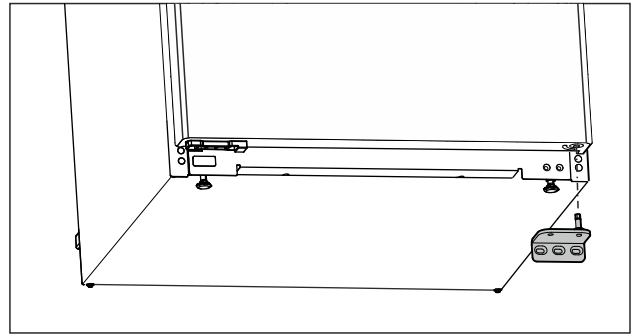

Fig. 11
- ▶ Hiqni nga poshtë bazamentin mbështetës. (shihni Fig. 11)